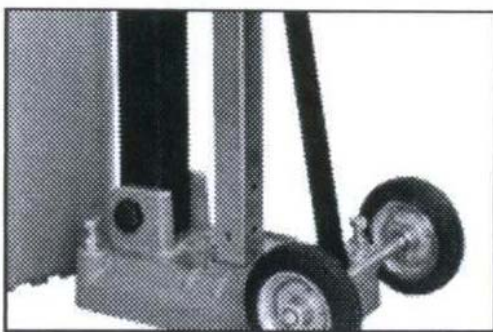
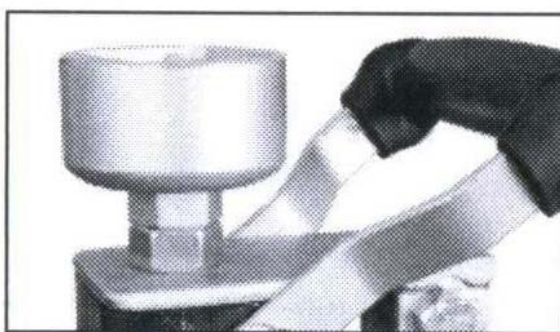

Рис.1
Рис.2
Установите стойку в месте сверления. Установите быстросъемное крепление на основание стойки как можно ближе к направляющим регулировки угла наклона (рис.1) или в «стакан» на стойке штатива(рис.2). Закрепите стойку поворачивая ручку (G) быстросъемного крепления по часовой стрелке, и зафиксируйте шпилькой (H).